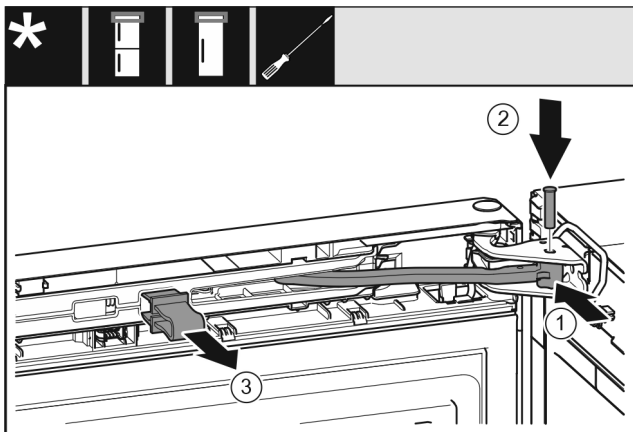

Fig. 30
- ▶ Scharnier Fig. 30 (1) in het lagerbok draaien.
- ▶ Bouten Fig. 30 (2) in het lagerbok en scharnier steken. Let hierbij op dat het vergrendelingslipje juist in de groef zit.
- ▶ Beveiliging Fig. 30 (3) wegnemen.